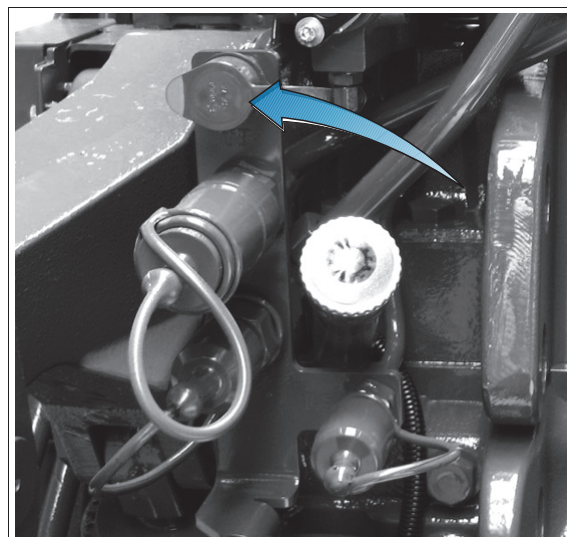

Fig. 2.
2. Conecte la manguera del remolque a la conexión situada en la parte trasera del tractor fig. 2